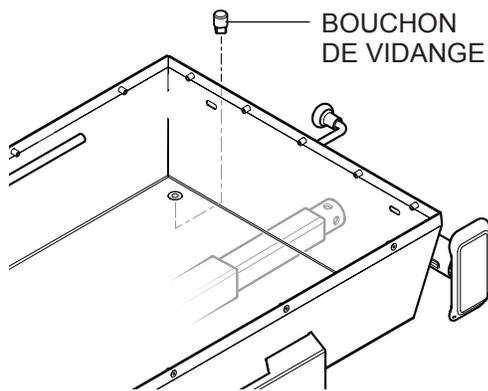

Figure 8. Installation du bouchon de vidange
2. Sous la base de l'enceinte, installer le bouchon de vidange en le vissant et le fixant solidement (Figure 8).